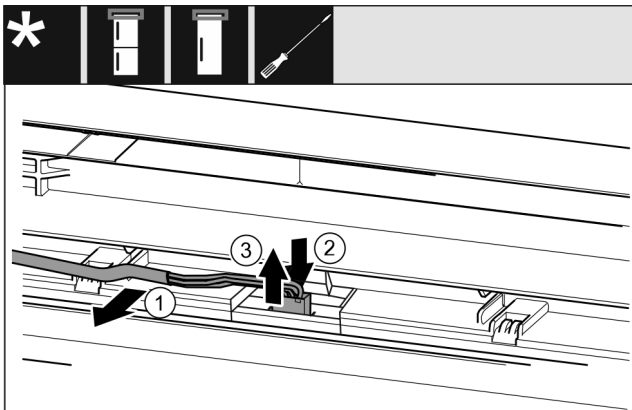

Fig. 7
- ▶ Irrota harmaa johto varovasti ovesta olevasta ohjaimesta. Fig. 7 (1)
- ▶ Paina pistokkeen takana olevaa kielekettä taaksepäin. Fig. 7 (2)
- ▶ Vedä pistoke ulos nostamalla sitä varovasti ylös. Fig. 7 (3)